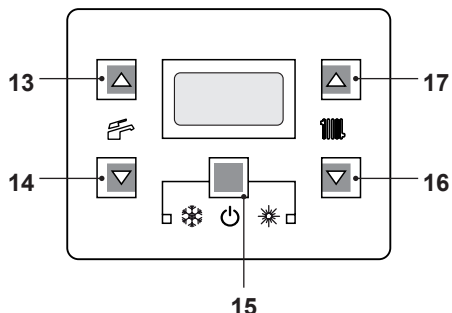
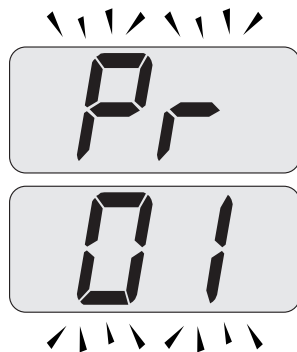
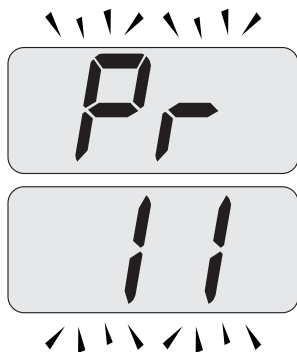
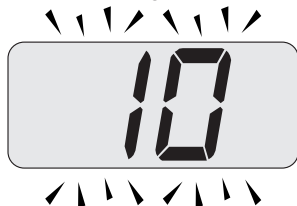

Figura 5.38
Figura 5.39
Figura 5.40
Figura 5.41
premendo contemporaneamente per 10 secondi i tasti 15 - 16 - 17 (Figura 5.38) fino a far apparire sul display LCD le lettere **Pr** che si alternano con il codice **01**, indicanti l'entrata nel "parametro 01" (Figura 5.39).
- Scorrere i vari parametri utilizzando i tasti 16 o 17 fino a far apparire sul display LCD le lettere **Pr** che si alternano con il codice **11**, indicanti l'entrata nel "parametro 13" (Figura 5.40).
- Premere contemporaneamente i tasti 15 e 17 (Figura 5.38) fino a far apparire sul display LCD il valore del parametro 11 (10=60 secondi) (Figura 5.41).
- Premendo il tasto 15 (Figura 5.38) si ottiene la conferma del valore inserito.
- Premendo contemporaneamente i tasti 15 e 16 (Figura 5.38) si esce senza modificare il valore (ritorno alla lista parametri Figura 5.40)
- Premendo contemporaneamente per 10 secondi i tasti 15 - 16 - 17 (Figura 5.38) si esce dalla "modalità programmazione".